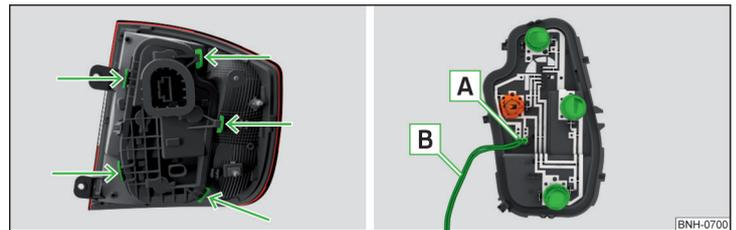

Fig. 272 Parte exterior de las luces/ Soporte con bombillas
- Desbloquee el portalámparas en las áreas señaladas con las flechas » fig. 272 y extraerla de la lámpara.
- Antes de colocar el portalámparas verificar en la lámpara, si el conector **A** » fig. 272 está colocado correctamente entre la lámpara y el portalámparas.